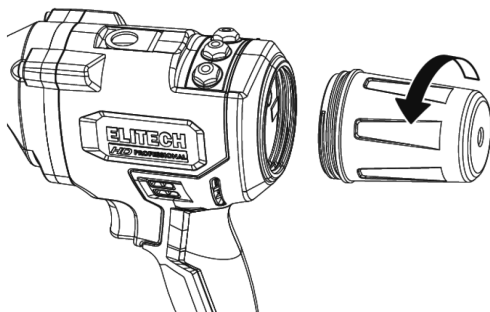

Рис. 10
- При наполнении контейнера, освободите его, открутив его против часовой стрелки (рис. 10). Удалите использованные части стержней и верните контейнер на место, закрутив по часовой стрелке.